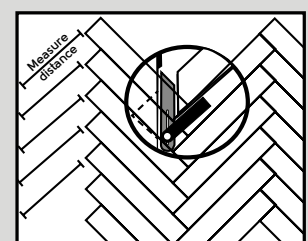

Figure. 9
10. La coupe et la pose des lames contre les murs se font comme suit : mesurez et marquez les lames comme indiqué sur le schéma. L'angle du mur peut être déterminé à l'aide d'un viseur d'angle (voir ci-dessous) (Figure 9).